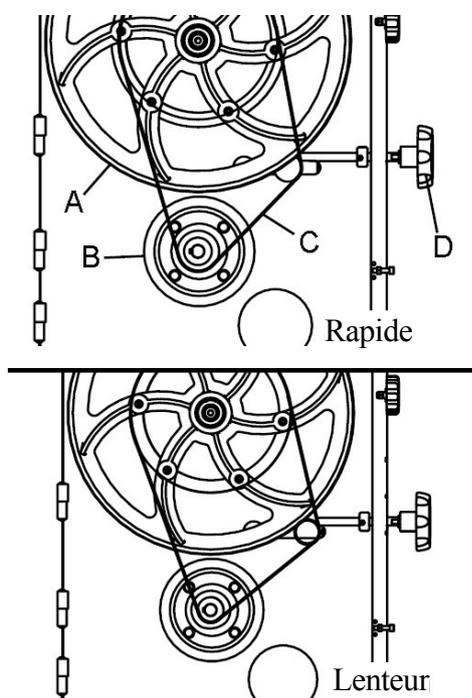

Fig. 17 : Vitesse de la courroie de coupe
La scie à ruban en bois a une vitesse de bande de coupe élevée et une vitesse de bande de coupe faible. Deux poulies de courroie de tailles différentes sont montées sur la roue inférieure (Fig. 17 ; A) et sur le moteur.
Étape 1 : Tournez le volant (Fig. 17, position D) pour détendre la courroie trapézoïdale (Fig. 17, position C).
Étape 3 : Resserrez ensuite la courroie trapézoïdale à l'aide du volant (Fig. 17, Pos. D).